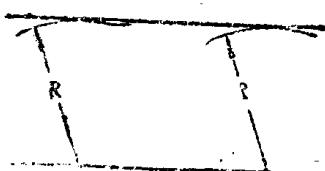

图 2-9 用划规划平行线
1) 用作图法划平行线 在直线两端任意取两点为圆心，用已知的距离 R 做半径划两圆弧，作两圆弧的公切线即得（见图2-9）。